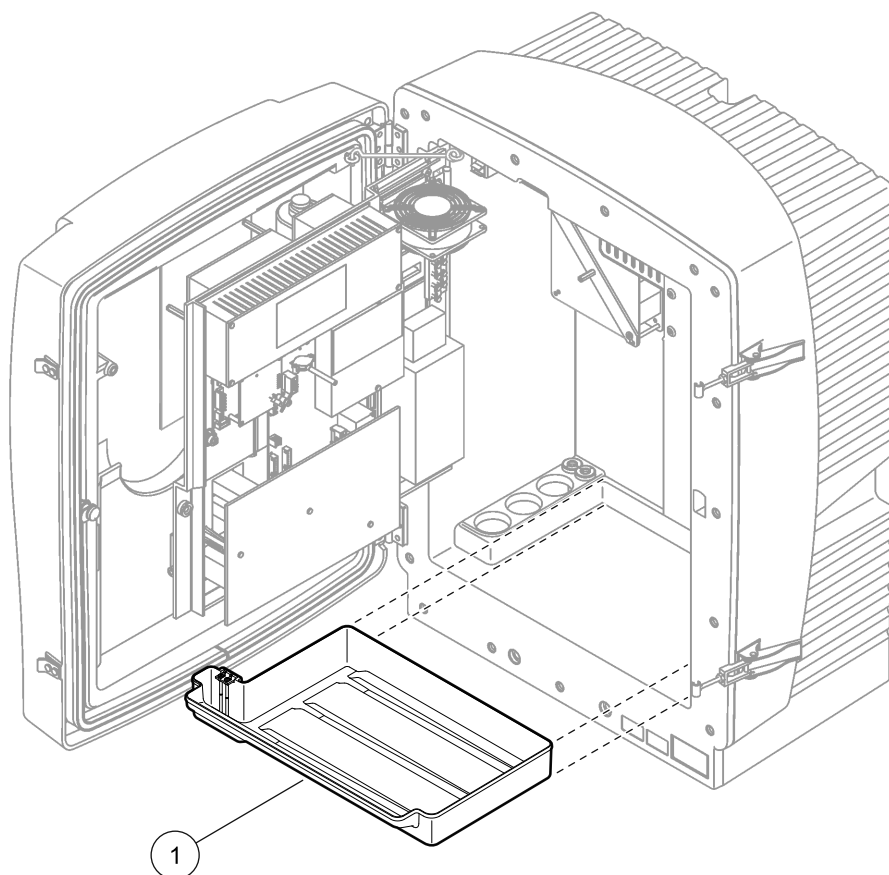

図 11 収集トレイ の取付け
2. 収集トレイを筐体の底にスライドさせます (図 11)。